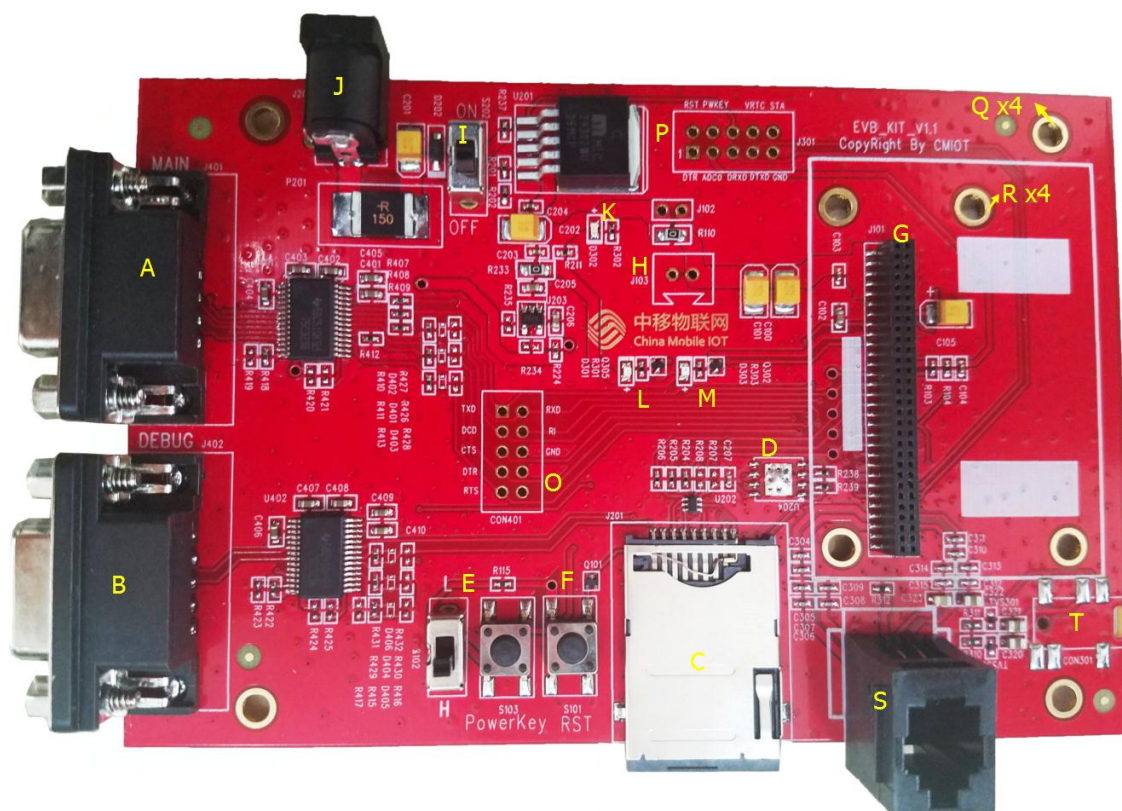

图 1：M6311EVB 顶视图
- (1) 连接模组 M631X 模组到图 1 中 G 处 60Pin 排座接口（注意方向不要插错）。
- (2) 连接 5V-2A 电源适配器到图 1 J 接口。